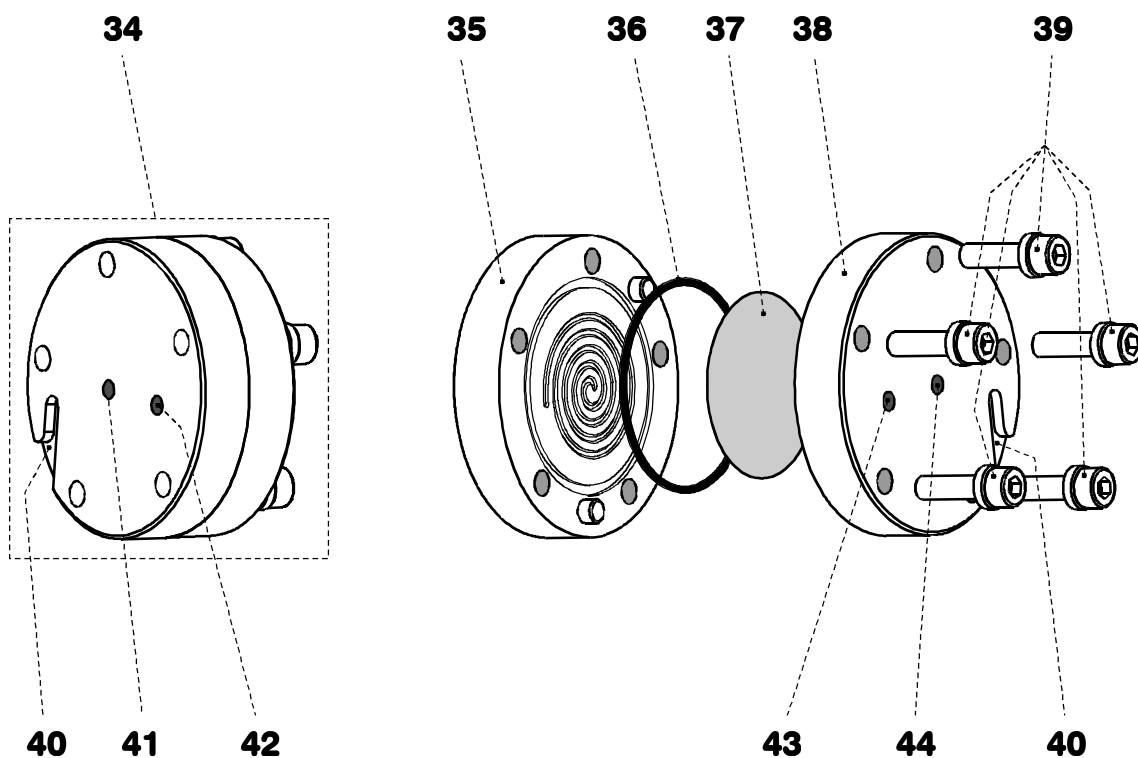

Abb. 7: Montieren der Dialysezelle
Vor dem Einsetzen der Dialysezelle an der Dialysis Unit 754 muss zuerst eine Dialysemembran eingesetzt werden. Gehen Sie dazu wie folgt vor (siehe Abb. 7):
- PEEK-Kapillarschlauch **24** an Einlassöffnung **42** des Zellenunterteils **35** anschrauben (siehe Abb. 7).
- PEEK-Kapillarschlauch **25** an Auslassöffnung **41** des Zellenunterteils **35** anschrauben (siehe Abb. 7).
- PTFE-Kapillarschlauch **33** an Einlassöffnung **43** des Zellenoberteils **38** anschrauben (siehe Abb. 7).
- PTFE-Kapillarschlauch **45** an Auslassöffnung **44** des Zellenoberteils **38** anschrauben (siehe Abb. 7).